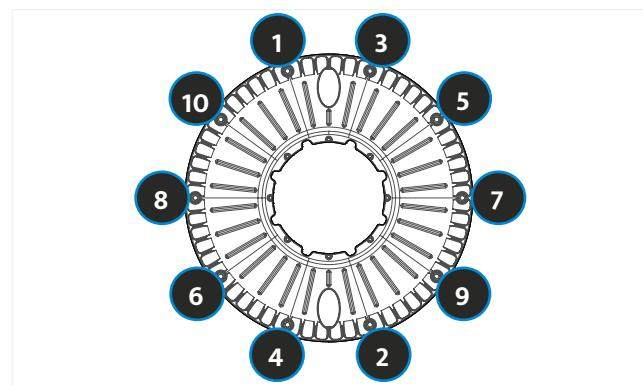

BILD 61 REIHENFOLGE: RICHTIGE ABFOLGE ZUM SCHRAUBEN
- ▶ Die Felgenhälften wieder mit den Felgenschrauben (M6 Flachkopfschrauben) und den Felgenschraubenhülsen (M6 Flachkopfhülsen) am äußeren Lochkreis mit 2 x Innensechskantschlüsseln (4 mm) mit dem richtigen Anziehdrehmoment in richtiger Reihenfolge (Siehe Bild 61) aneinander festschrauben.